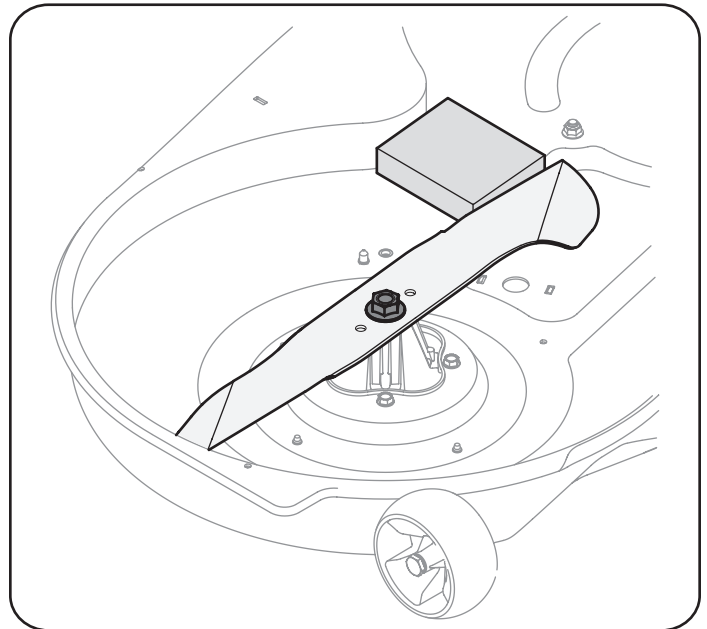

Figura 30
- Coloque un bloque de madera entre el deflector del alojamiento central de la plataforma y la cuchilla de corte para que actúe como estabilizador. Consulte la Figura 30.
- Extraiga la tuerca de brida hexagonal que asegura la cuchilla al montaje del husillo. Consulte la Figura 30.